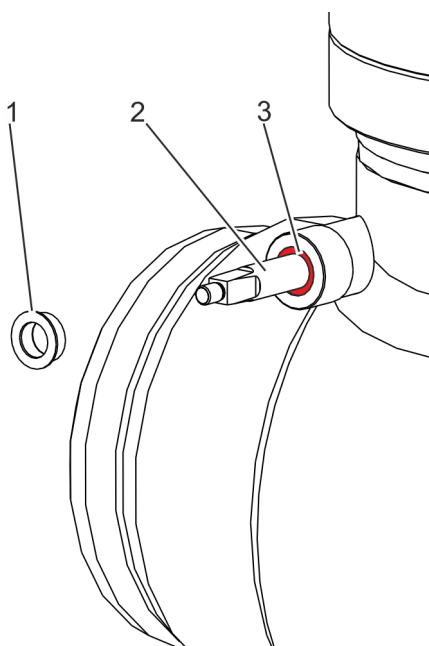

Fig. 43: Retirar la empaquetadura del prensaestopas
13. ➤ Retire el anillo del prensaestopas (Fig. 43/1) del eje de la clapeta (Fig. 43/2).
14. ➤ Retire la empaquetadura del prensaestopas (Fig. 43/3) con una herramienta de extracción adecuada.
Ensarte la nueva empaquetadura del prensaestopas (Fig. 43/3) en el eje de la clapeta (Fig. 43/2).
- 18.**▶ Ensarte el anillo del prensaestopas (Fig. 43/1) en el eje de la clapeta (Fig. 43/2).